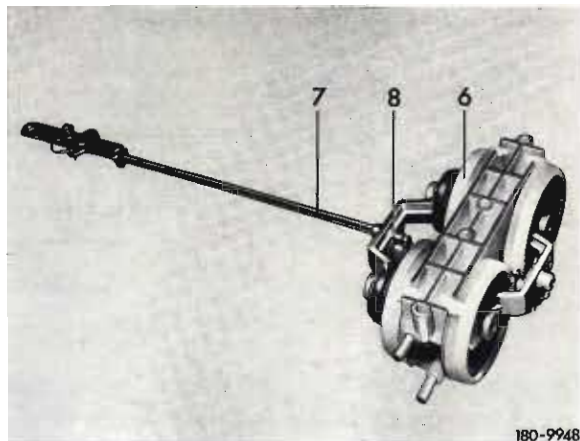

Bild 2
13 Schaltstange (7) bis zum Anschlag in das Unterdruckelement (6) für die rechte Fahrertüre hineindrücken und mit der Sicherung (8) sichern (Bild 2).